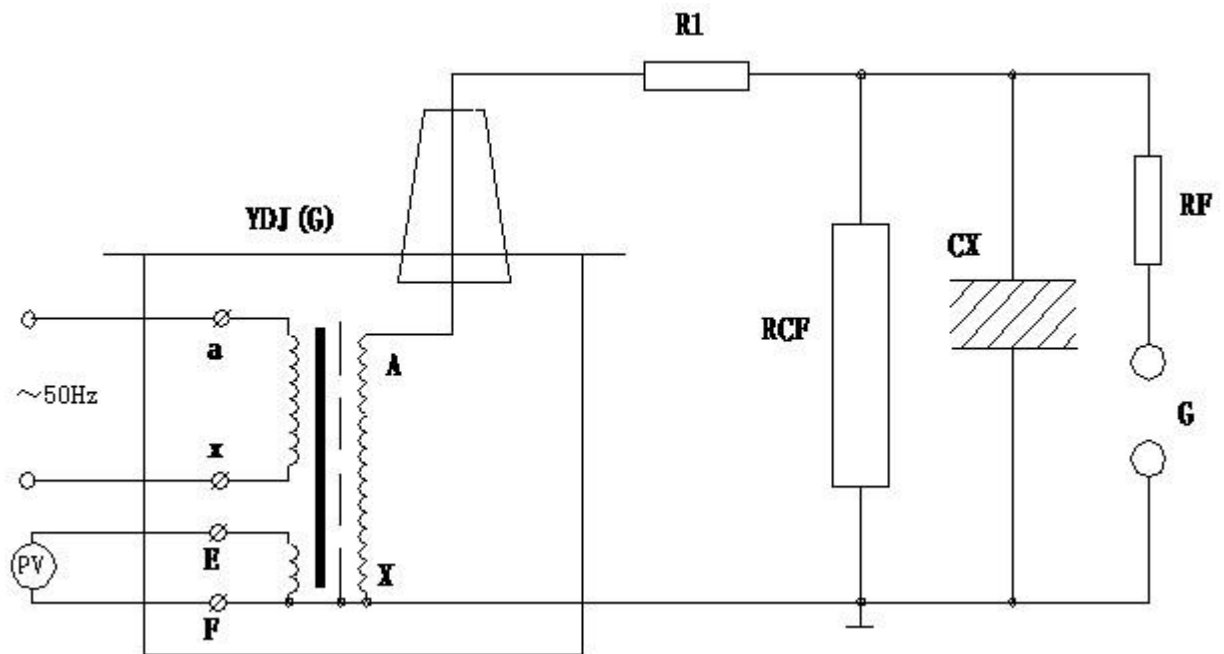

图6：被试品工频耐压试验接线图
1. 熔喷布静电驻极发生器做被试品的工频耐压试验使用接线原理图见图6。
升现象。感应耐压试验时，熔喷布静电驻极发生器的漏抗必须存在着压降。为了准确测量被试品上所施加的电压，因此常在高压侧接入 RCF 阻容分压器来测量电压（见图 6）。